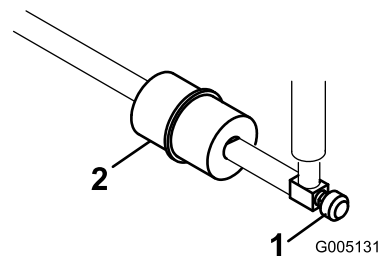

Figura 47
El tubo de combustible lleva incorporado un filtro en línea entre el depósito de combustible y el carburador (Figura 47). Asegúrese de que la flecha del filtro apunta hacia el carburador.
1. Cierre la válvula de cierre de combustible, afloje la abrazadera en el lado del carburador del filtro y retire el tubo de combustible del filtro (Figura 47).
2. Coloque un recipiente debajo del filtro, afloje la otra abrazadera y retire el filtro (Figura 47).